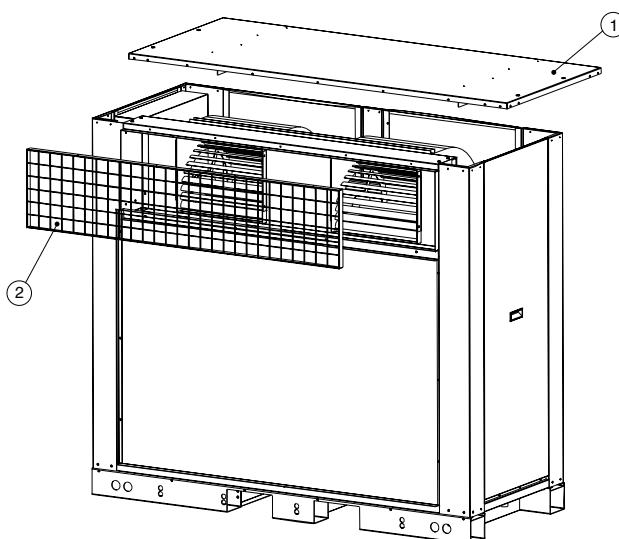

Fig. 1
- 1.- Togliere ed eliminare il pannello superiore (1) e la griglia (2) (Fig. 1).